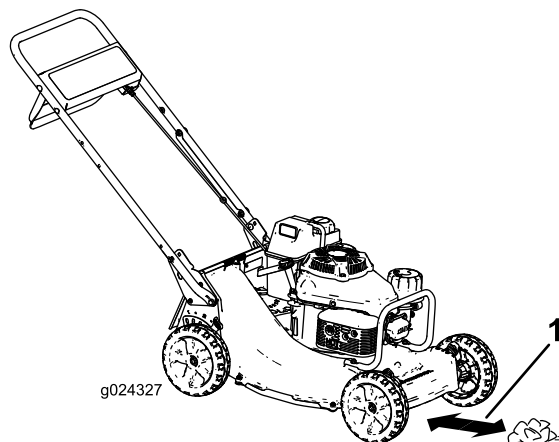

Figure 18
4. Placez la boule de papier journal à 13 cm (5 po) devant la machine (Figure 18).